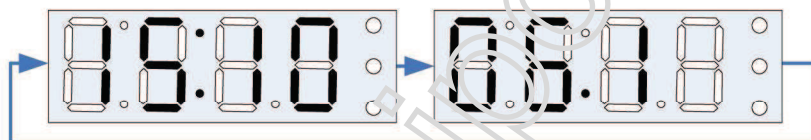

Рис. 17 – Индикация времени и скорости прохождения СОД.
2.3.12 Для просмотра времени и скорости прохождения СОД необходимо кратковременно (не менее 1 сек. и не более 2 сек.) нажать кнопку «Контроль». После этого на индикаторе отобразится время регистрации (часы и минуты) и скорость прохождения СОД (км/ч), сопровождаемые кратковременными звуковыми сигналами. Для примера на Рис. 17 показана информация о регистрации СОД в 15 часов 10 минут, скорость прохождения 6,1 км/ч.